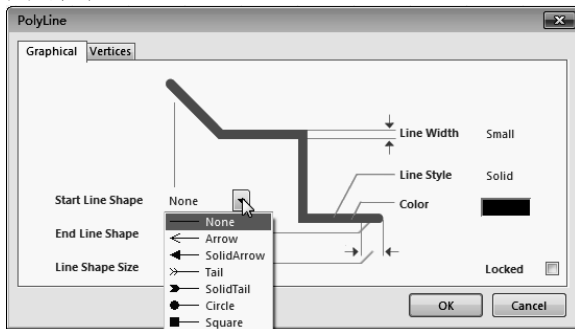

图 4-2-3 Start Line Shape 属性
(1) PolyLine 对话框中的 Graphical 标签。在这个标签中，可以对直线的图形属性进行配置。
① Start Line Shape 属性。如图 4-2-3 所示，单击 Start Line Shape 属性旁的下拉菜单按钮，弹出直线起始线端类型的下拉菜单。